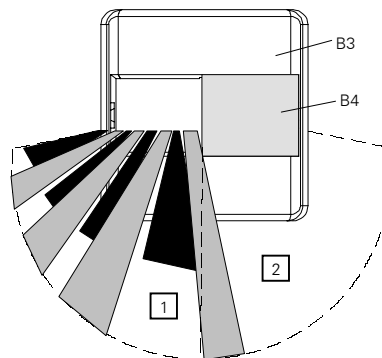

Bild 2: Ausblenden des Erfassungsbereichs
- Vergessen Sie nicht, das Potentiometer für Reichweiteneinstellung (A2) von Bild 2 einzustellen.